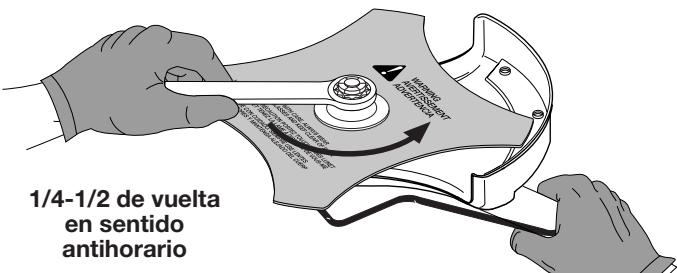

Fig. 12
• Si no tiene una llave de torsión, use una llave de boca cerrada de 13 mm o de casquillo, gire la tuerca hasta que el retén de la cuchilla esté ajustado contra el buje del eje. Verifique que la cuchilla esté bien instalada, luego gire la tuerca 1/4 a 1/2 vuelta más en sentido antihorario (Fig. 12).